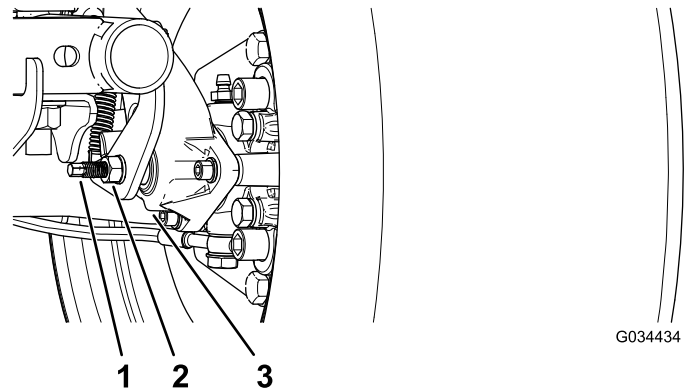

Figura 66
3. Usando 2 llaves, sujete el espárrago de ajuste de la pinza con una llave y afloje la contratuerca $\frac{1}{4}$ de vuelta con la otra llave (Figura 66).
4. Sujetando el espárrago de ajuste y la contratuerca para que no se muevan, gire el espárrago de ajuste hacia dentro para apretarlo (Figura 66).
5. Sujetando el espárrago de ajuste y la contratuerca para que no se muevan, afloje el espárrago $\frac{1}{4}$ de vuelta (Figura 66).
6. Sujetando el espárrago de ajuste y la contratuerca para que no se muevan, apriete la contratuerca (Figura 66).